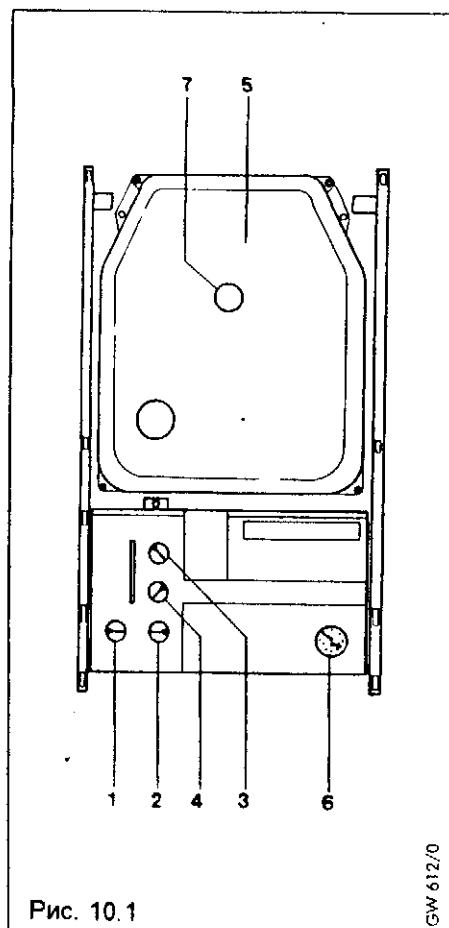

Рис. 10.1
Установить регулятор для максимальной температуры подающей линии (3, рис. 10.1) на желаемое значение.
Регулятор для максимальной температуры горячей воды\* (4, рис. 10.1) установить на желаемое значение. При обычных условиях этот регулятор должен устанавливаться на "6".
**Указание:** Прибор имеет измерительный патрубок для анализа продуктов горения (7, рис. 10.1). К нему можно подсоединить соответствующий прибор для анализа продуктов горения, чтобы установить показатель горения прибора.
Произвести пуск прибора, поставив регулятор для максимальной температуры горячей воды\* (4, рис. 10.1) в положение "9" и полностью открыв кран горячей воды.\* Работу горелки наблюдать через смотровое окошко. Следует обратить внимание на то, чтобы пламя равномерно распределялось над всей плоскостью горелки. Также проверить на отрыв пламени и образование копоти.